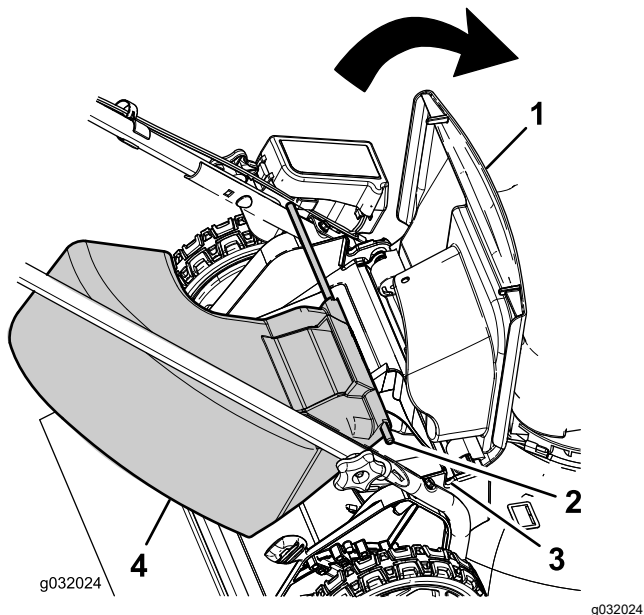

Figure 14
1. Soulevez le déflecteur arrière (Figure 14).
2. Insérez les extrémités de la goulotte d'éjection latérale dans les crans des supports du guidon (Figure 14).